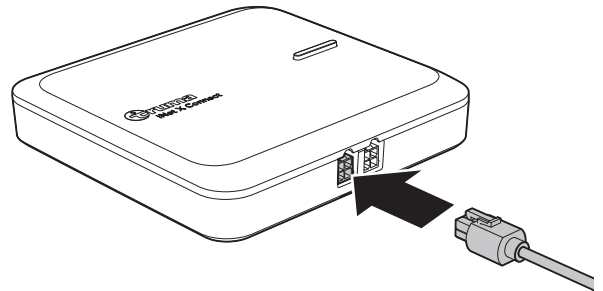

Bild 18
- För in kabelns andra kontakt i CAN1-anslutningen på Connect (Bild 18).